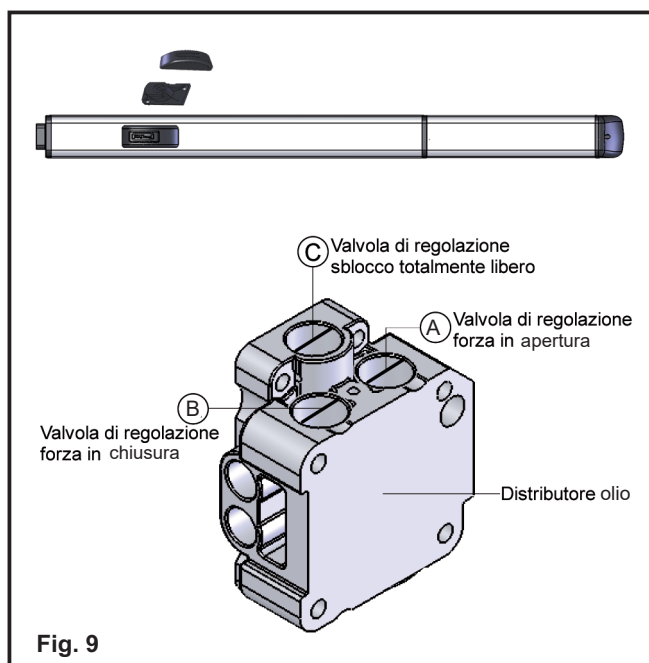

Fig. 9
4.1. REGOLAZIONE SISTEMA ANTISCHIACCIAMENTO (fig.9)